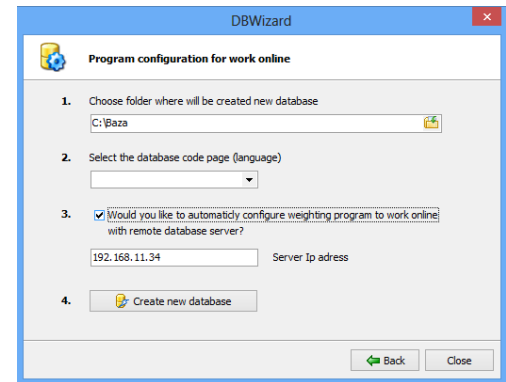

Abb. 34 Erstellung einer neuen leeren Datenbank
4. Im zweiten Fenster des Programms zeigen Sie die Lokalisierung (den Ordner) an, in dem die neue Datenbank erstellt werden soll (Abb. 34). Standardmäßig wird der Ordner „C:\Baza“ erstellt.
4. Auf dem zweiten Fenster des Programms zeigen Sie die Lokalisierung (den Ordner) an, in den die vorhandene Datenbank kopiert werden soll (Abb. 34). Standardmäßig ist dies der Ordner „C:\Baza“.